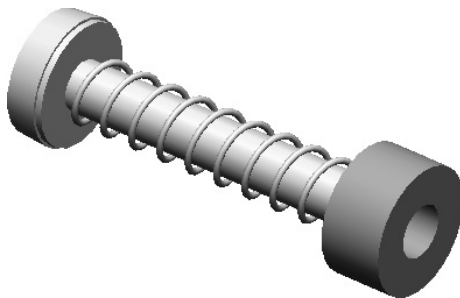

图 6-76 需进行检查的弹簧装配
(5) 试使用本书提供的素材文件（图 6-76）进行干涉检查、孔对齐检查和间隙验证操作，